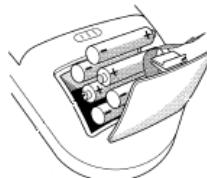

Figure 2
1. Appuyez sur le loquet à l'arrière de l'imprimante pour ouvrir le couvercle du compartiment à piles. Voir Figure 2.